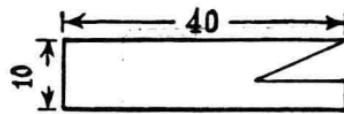
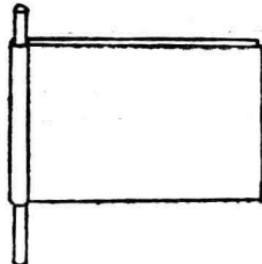
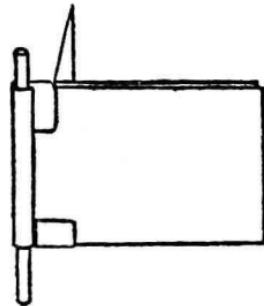

图 2
图 5
图 6
2. 把一块长 40 毫米、宽 10 毫米的铁皮剪成图 2 的样子。
4. 制水平翼：剪一块长 100 毫米、宽 25 毫米的图画纸，把一根比竹丝稍粗的铁丝（或大铁钉）夹在中间（图 5）。再用图 2 所示的铁皮在靠近铁丝的地方包上去（图 6）。最后，把